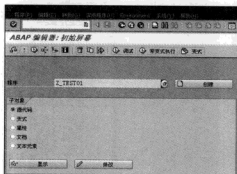

图 12-28 创建新程序
- (1) 建立一个新程序。
- (2) 设计 Screen，处理控件、逻辑流。
- (3) 调整程序，调用新建建的 Screen。
STEP 1 在命令栏中输入“SE38”命令，然后输入程序名“Z_TEST01”，单击“”按钮，如图 12-28 所示。